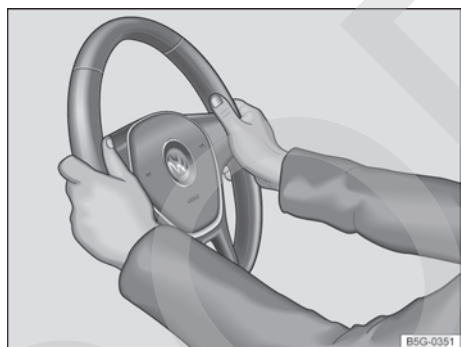

Fig. 83 En el volante: posición equivalente a las 9 y las 3 horas.
- Ajuste el volante de forma que pueda sujetarlo con las dos manos por los lados, por su parte exterior, en la posición equivalente a las 9 y las 3 horas → fig. 83 con los brazos ligeramente flexionados.
- Con el fin de reducir el peligro de sufrir lesiones en caso de que se dispare el airbag frontal del conductor, durante la conducción sujete siempre el volante por los lados, por su parte exterior, con las dos manos en la posición equivalente a las 9 y las 3 horas → fig. 83.